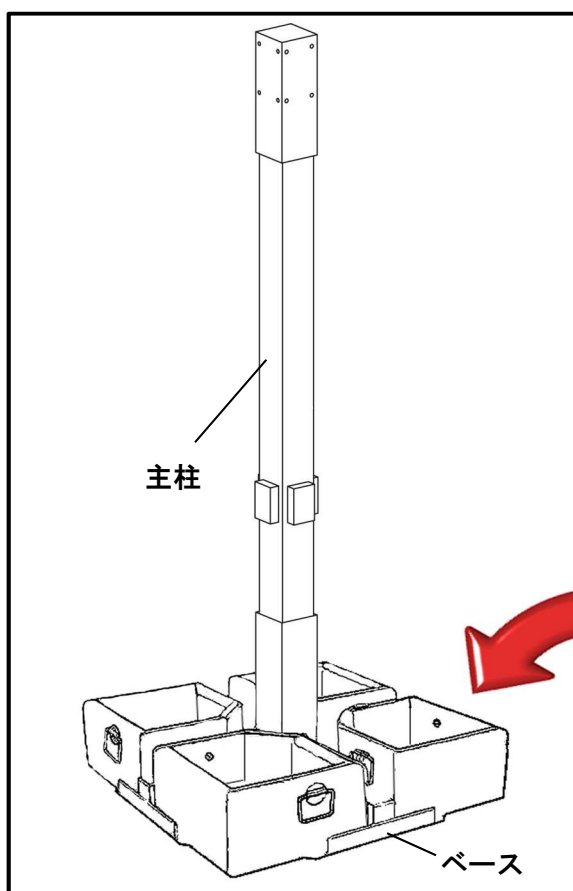

図.2
- ③ 締め終わりましたら、残りの 2 個のポット型ウェイト (E) をベース (B) にのせて下さい。(図.2)